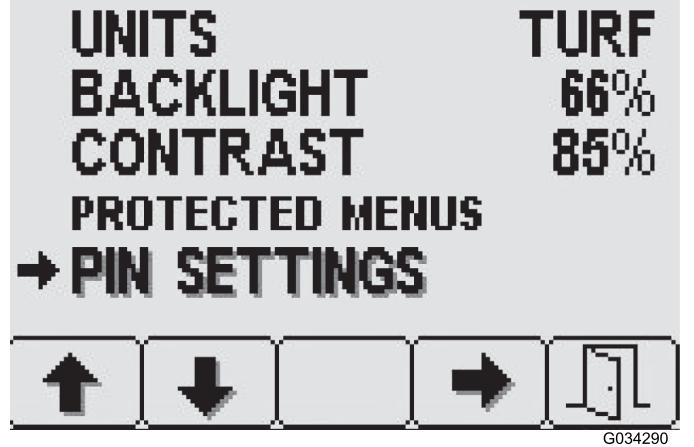

Figura 24
1. Prima o botão 2 no ecrã de definições até chegar à opção de definições do PIN e depois prima o botão 4 para selecionar (Figura 24).